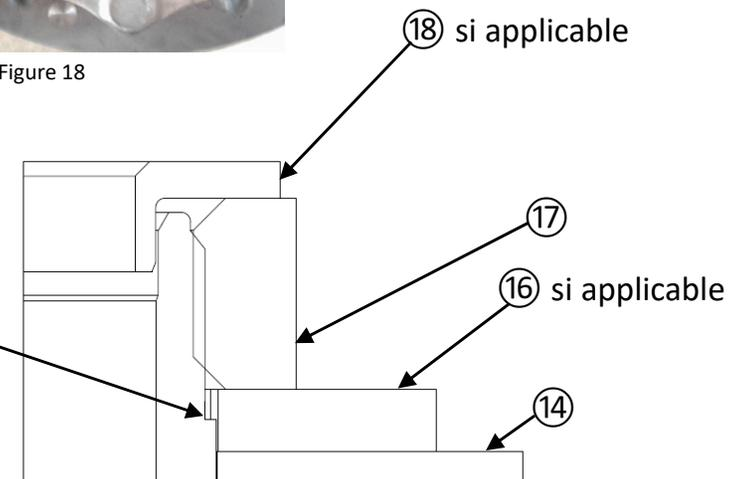

Figure 20
Assurez-vous que les hexagones du capot (14) et de la rondelle (16) soient pleinement engagés sur l'hexagone de l'arbre de la poulie avant d'appliquer le couple de serrage sur l'écrou (17) (voir figure 20).